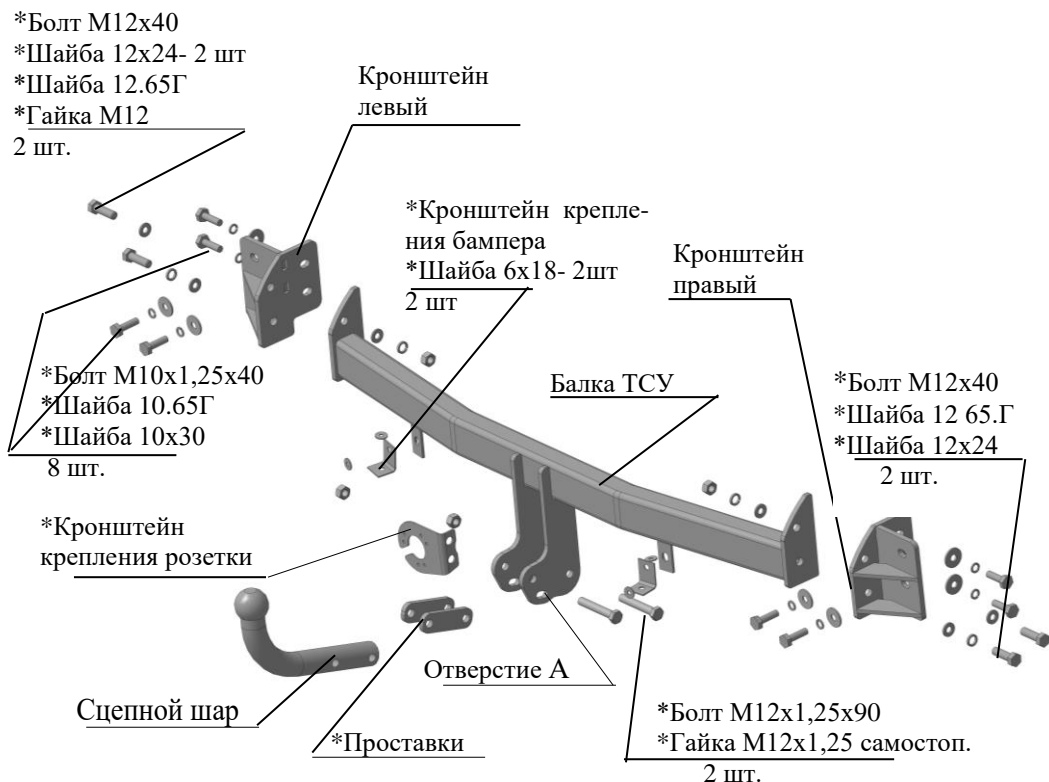

Рис.1 Тягово-сцепное устройство ТСУ 7321.
2.1 ТСУ 7321 в сборе (рис.1)	1 шт.
2.2 Пакет с комплектующими (см. рис.1)+защитный колпак	1шт.+1 шт.
- 4.3 Установить боковые кронштейны ТСУ (левый и правый соответственно рис.1) к лонжеронам а/м, закрепить болтами М10х1,25х40 и крепежом соответственно рис.1. Крепеж не затягивать.
- 4.4 Установить балку ТСУ к боковым кронштейнам, закрепив болтами М12х40 и крепежом соответственно рис.1. Крепеж не затягивать..